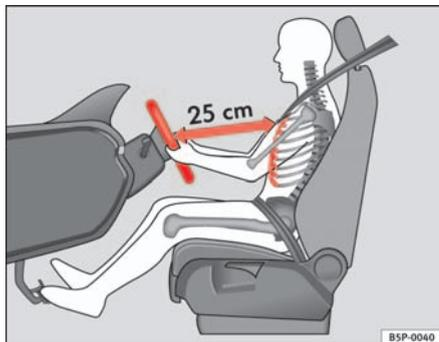

Fig. 1 La distanza corretta tra il conducente e il volante
- Regolare la posizione del volante in modo tale che la distanza tra il volante stesso e il torace sia di almeno 25 cm ⇒ **fig. 1**.
- Posizionare il sedile di guida in modo tale che tra lo sterno del conducente e il centro del volante ci sia una distanza di almeno 25 cm ⇒ pag. 10, fig. 1. Se si sta seduti a meno di 25 centimetri di distanza non si può essere protetti con adeguata efficacia dal sistema airbag.